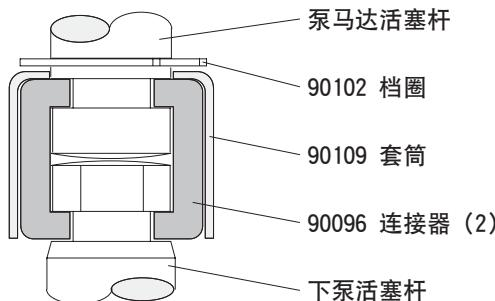

图 2
4. 使用卡钳, 将挡圈向上滑动足够的距离, 使套筒能够向上移动, 并且松开两个连接器 (参看图2)。